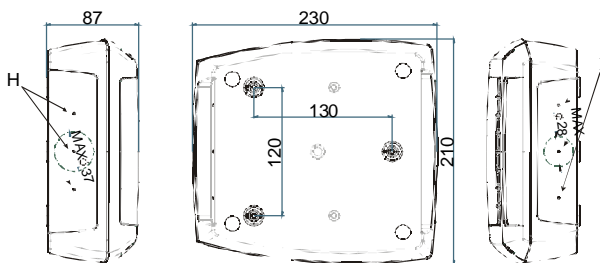

РИС. 3
3. Сделайте подходящие отверстия для кабелей или труб, используя разметку в нижней крышке контроллера Cool Mate, (Рис. 3, Н, I). Затем сделайте 3 отверстия в стене, как показано на (Рис. 3, L, M, N), чтобы закрепить Cool Mate.
5. Вставьте дюбели, поставляемые в комплекте, в отверстия, сделанные в стене. Затем используйте уплотнительное кольцо и закрепите заднюю часть контроллера Cool Mate (Рис. 3, L, M, N) на стене с помощью 3 винтов.
5. Сделайте подходящие отверстия для кабелей или труб, используя разметку в нижней крышке контроллера Cool Mate, (Fig. 3, H, I).